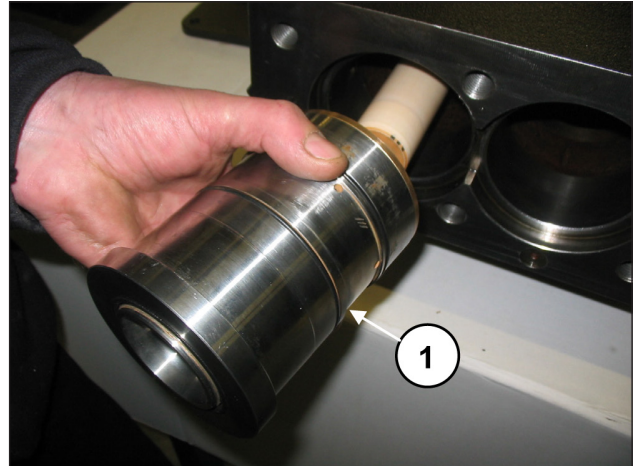

Abb. 159
Montieren Sie die vorab zusammengebaute Gruppe Buchse-Dichtungshalter (mitsamt der beiden O-Ringe) bis auf Anschlag (Pos. ①, Abb. 159).